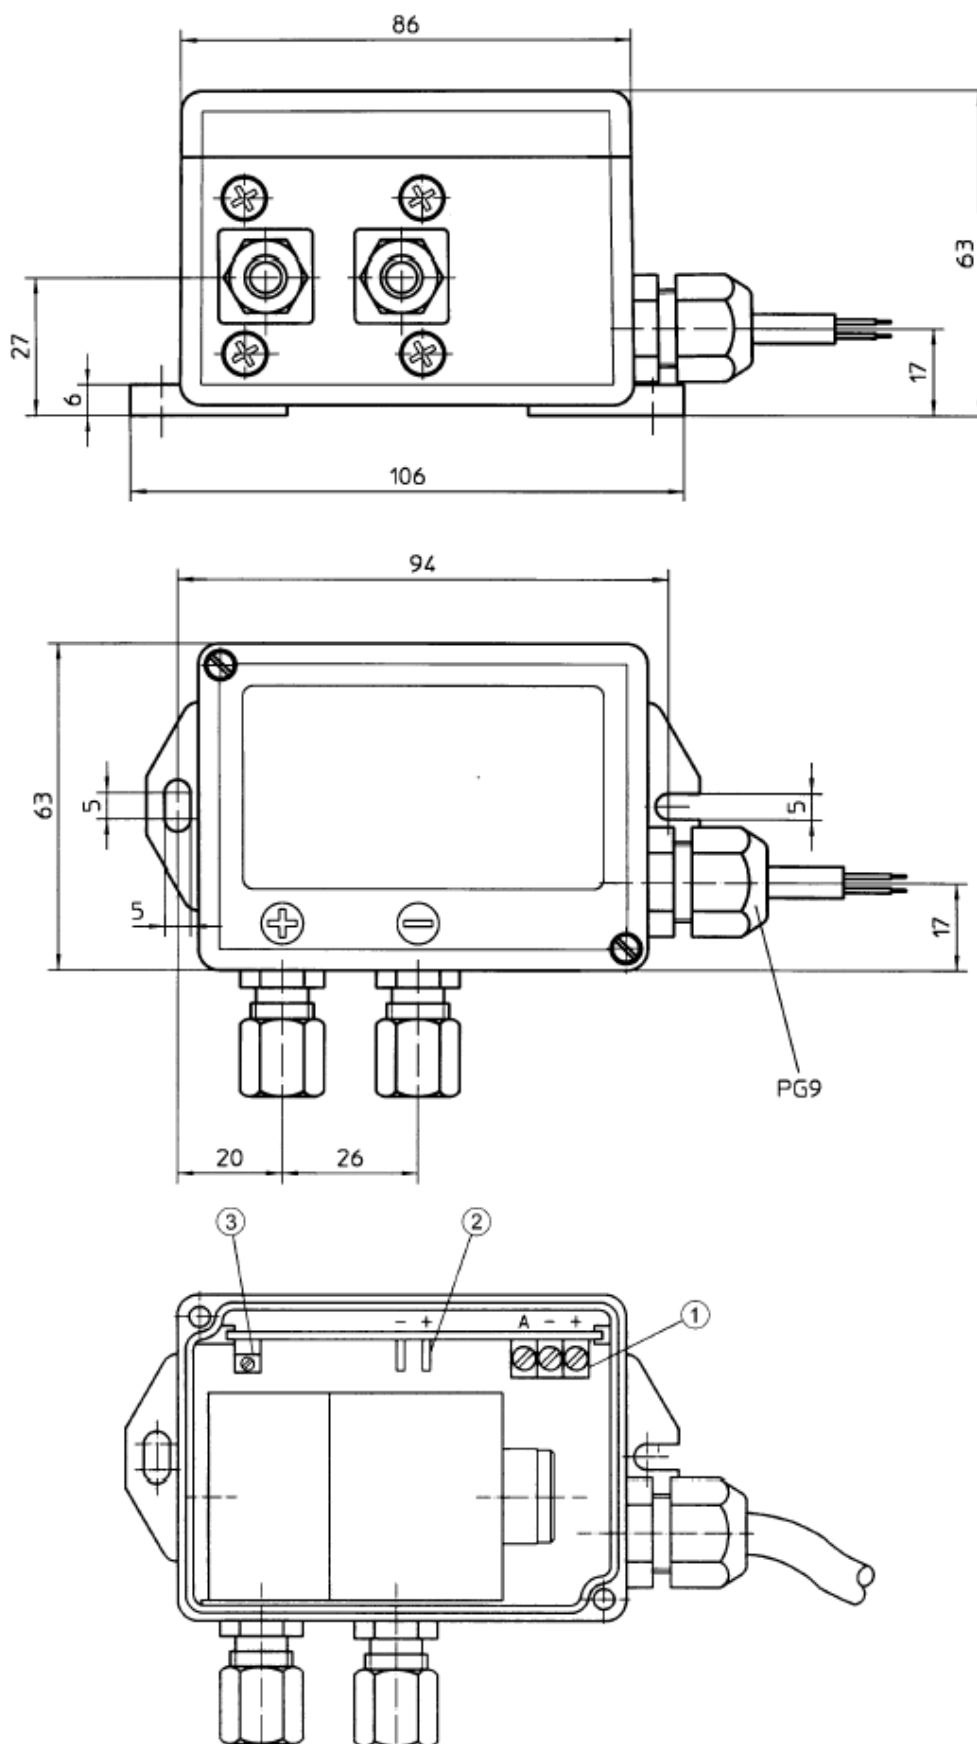

Рис. 4 DDG
4.1.4 Дифференциальный датчик давления DDG (рис. 4/5)
Клеммы в датчике DDG (рис.4, поз. 1)	Номер жилы
- измерение напряжения у штифтов (рис. 4, поз. 2),
- установить напряжение с помощью потенциометра на 0 В (рис.4, поз. 3).